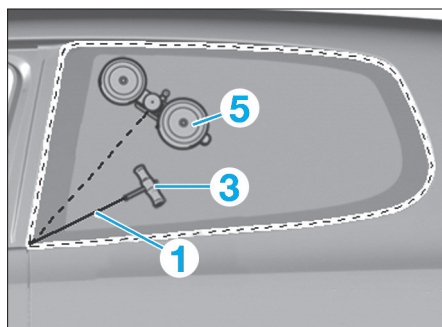

FIG. 6
- Placer le fil tranchant autour de la glace (Fig.6).
- Attacher l'autre extrémité du fil tranchant à la ventouse (5).